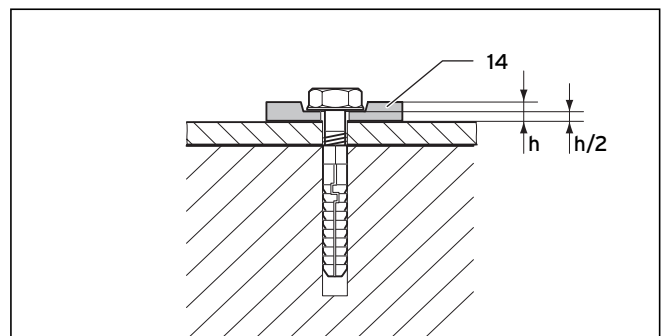

Fig. 5.38 Fixarea cu șaibe flexibile
Folosiți neapărat 4 șaibe flexibile (14), pentru a contrabalansa dilatarea materialului. Presați șaibele cu 50 %, vezi Fig. 5.38.